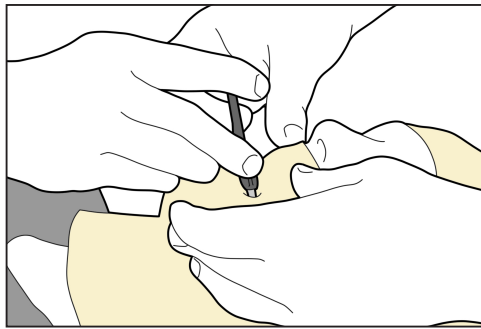

Рис. 12
3. Не дожидаясь, пока маска застынет, вставьте прикусной блок через маску в рот пациента (Рис. 12).
4. Воспользуйтесь регулятором, чтобы вставить прикусной блок на нужную глубину (Рис. 12).